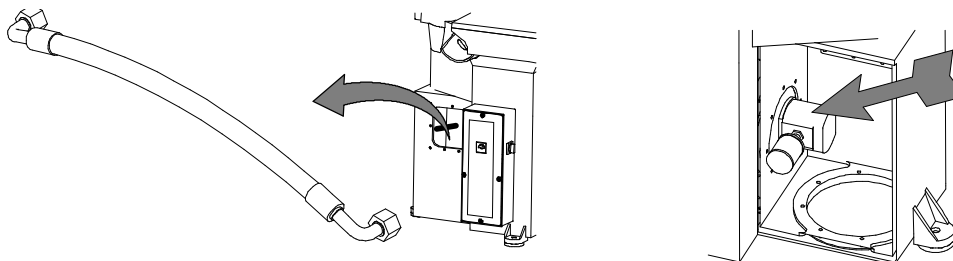

Fig. 27
a) Verificar que não existe perda de vazão (vazamento) interno na mangueira de pressão (cód. 02003636, pág. 5-6-7) que leva a pressão da bomba ao bloco hidráulico da válvula, bem como verificar se não existe vazamento entre as juntas anéis de cobre (esquerda na Fig. 27).
b) Verificar também se não existe vazamento de pressão no corpo da bomba (para S/SE108: cód. 02001196 (50 Hz) - cód. 02001162 (60Hz); para S/SE120C: cód. 02003899 (50 Hz) - cód. 02003898 (60Hz); para S/SE120/122/124C/124/125C/125/125L: cód. 02003900 (50 Hz) - cód. 02003899 (60 Hz), pág. 5-6-7) (direita na Fig. 27).